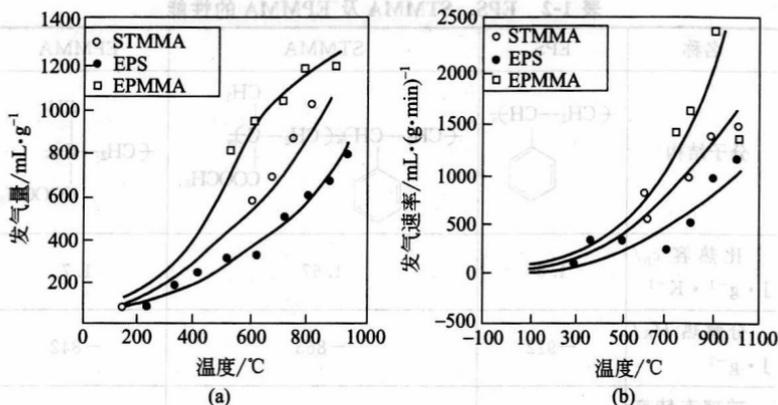

图 1-2 EPS、STMTMA、EPMMA 发气量与发气速率
① 分子结构不同 EPS 分子结构中含有苯环，而 EPMMA 中含有两个氧原子，STMMA 则是这两种结构的结合体；
② 碳含量不同 EPS 碳含量为 92%，STMMA 共聚树脂 (MMA/ST=70:30) 为 69.6%，而 EPMMA 为 60%；
③ 汽化温度不同 EPS 汽化温度比 EPMMA 高，EPS 和 EPMMA 汽化难；
④ 发气量和发气速率不同 EPMMA 发气量和发气速率比 EPS 大，STMMA 次之 (见图 1-2)。